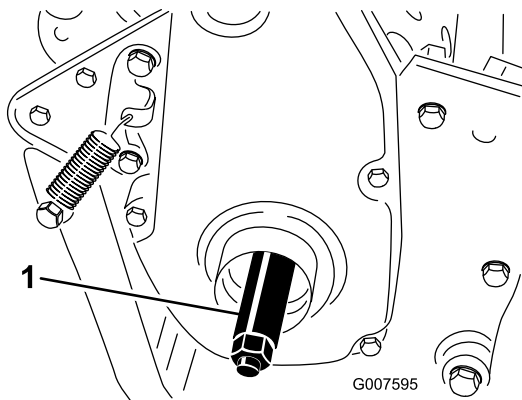

Bild 7
3. Drehen Sie die rechte Radachse in die Antriebscheibe rechts an der Maschine (Bild 7).